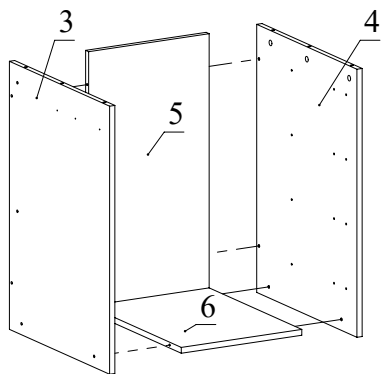

Рис.5
6. С помощью конфирматов соедините детали 5 и 6 с деталями 3 и 4 (Рис. 5).